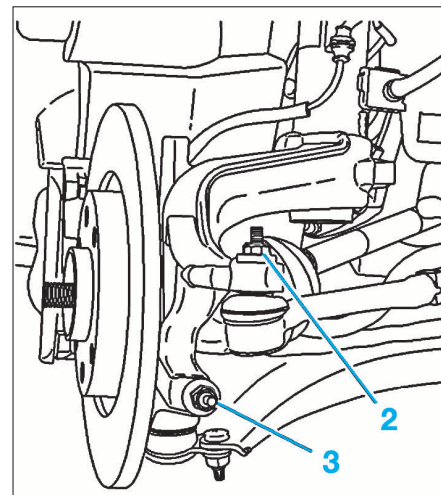

FIG. 2
- Déposer l'écrou (1).
- Déposer l'écrou (2) (Fig.2).